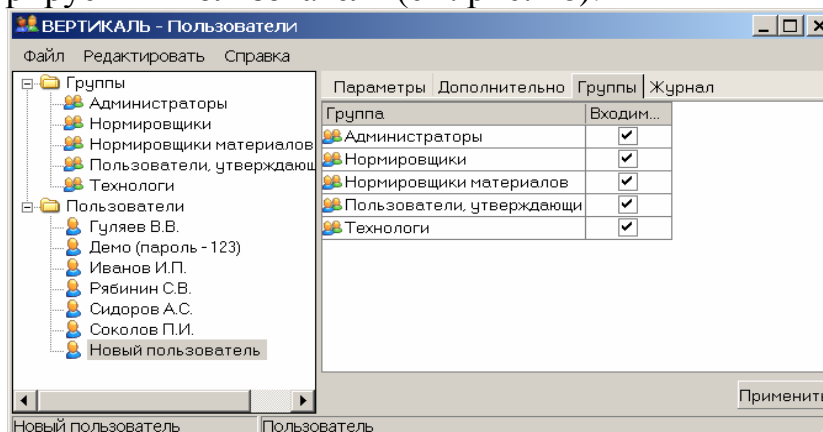

Рис. 18 – Заполнение вкладки Группы
5. На вкладке *Группы* устанавливаем маркеры напротив групп в которые будет входить регистрируемый пользователь (см. рис. 18).